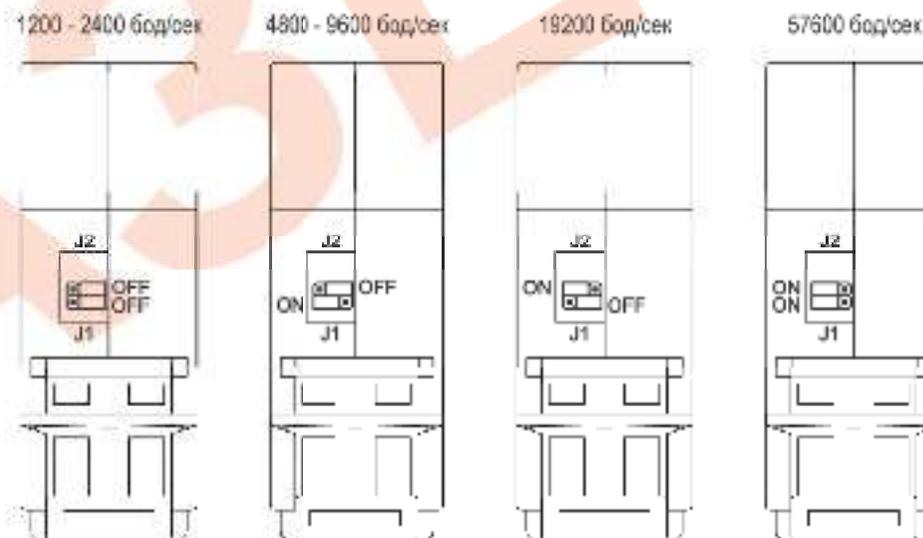

Рис.3 Установка джампера
1. Установите джамперы J1 и J2 в соответствии с рис.3.
7. Время переключения УПИ-485 из режима ретрансляции в режим приема устанавливается джамперами J1 и J2. Доступ к джамперам осуществляется через окно на нижней поверхности корпуса УПИ-485 (см. рис.3) до установки его на DIN-рейку.